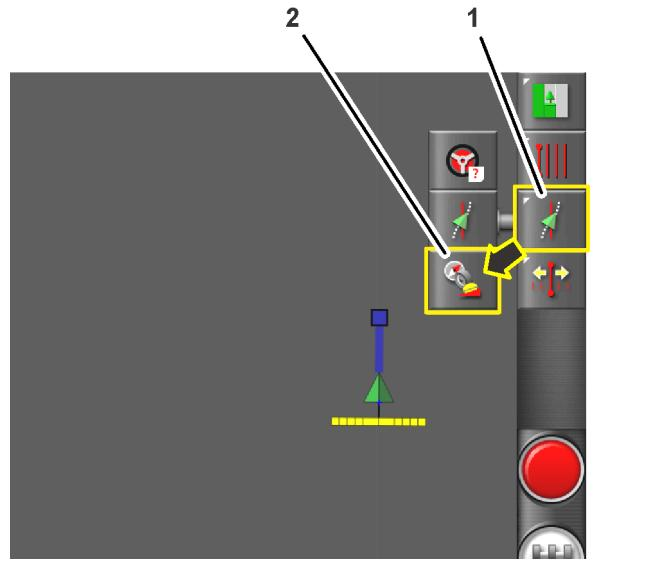

Figura 166
1. Prima o ícone STEERING OPTIONS (Figura 166).
2. Prima o ícone STEERING CALIBRATION (Figura 166).